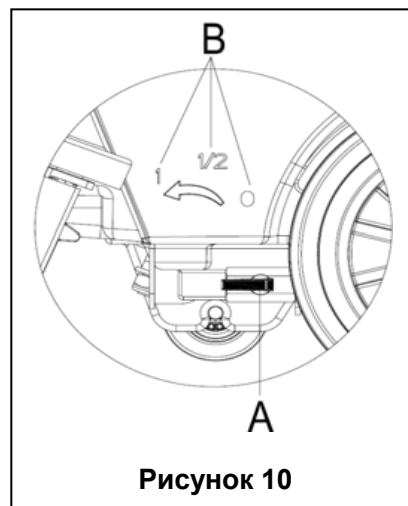

Рисунок 10
- Откройте заглушку для воды (27) и добавьте воды в бак раствора. Не перегружайте резервуар. Заполнение до края держателя фильтра подачи воды будет достаточно. При подготовке чистящих средств, следуйте нормам разбавления предлагаемыми производителями химии, и температура воды не должна превышать 40 С.
Регулирование ручки шарового клапана (А, рисунок 10) должно быть сделано при условии, когда переключатель питания находится (41) в положении «ВЫКЛ».
- Объем подачи воды может быть отрегулирован через ручку шарового клапана (А, рисунок 10) в зависимости от количества воды, фактически необходимого для очистки пола.